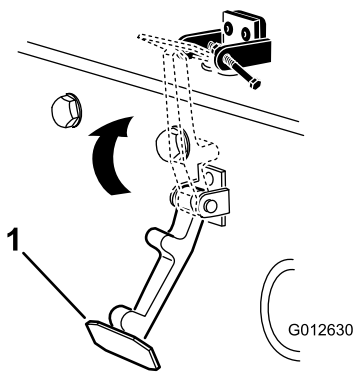

Bild 6
7. Haken Sie den Riegel in die Halterung des Motorhaubenriegels ein (**Bild 6**).